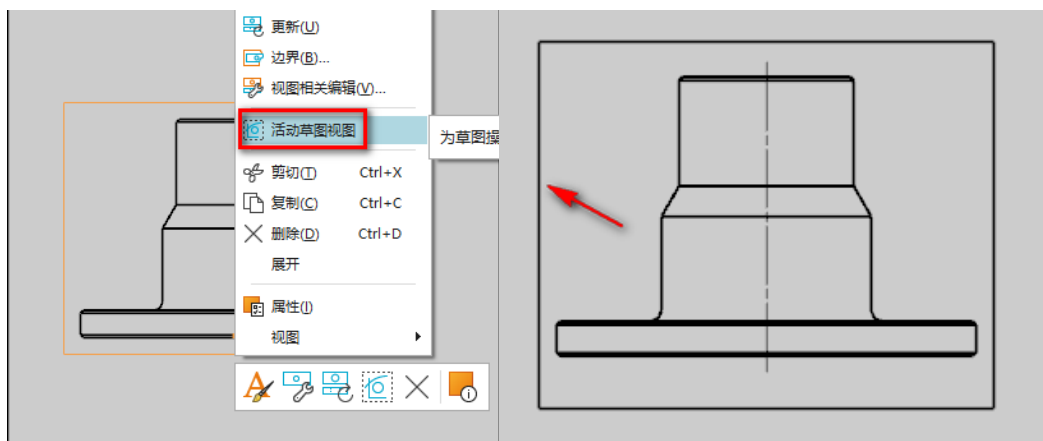

图 3
2、在视图边界上面单击右键，在弹出的右键菜单中选择【激活草图】选项，并在上一步创建的视图中画一个矩形，结果如图 3 所示：